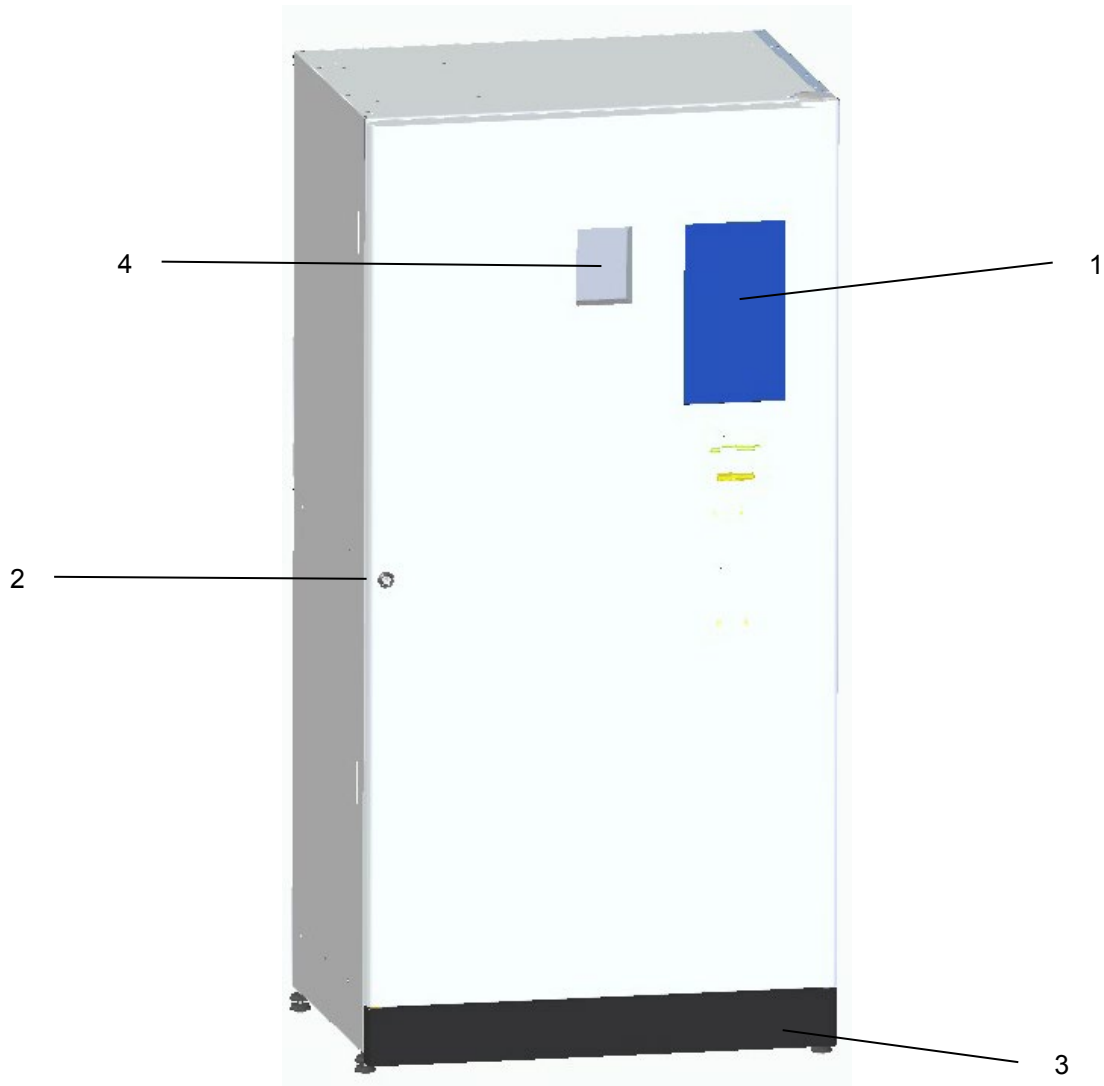

Fig. 3
2. El display touch (ref. 1 fig. 3) se enciende, esperar hasta que aparece el escrito: **“INTRODUCIR BOTELLA O LATA”**.